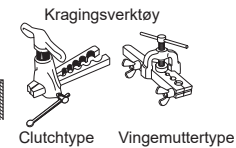

Fig. 4
- Når du legger avtappingsslangen, må du påse at avtappingsslangen (1) føres som vist. (Fig. 4)
- 4) Kragingsarbeid (Fig. 4, 5). Hold fast kobberrøret med den dimensjonen som er vist i tabellen. Velg A mm fra tabellen i henhold til verktøyet du bruker.